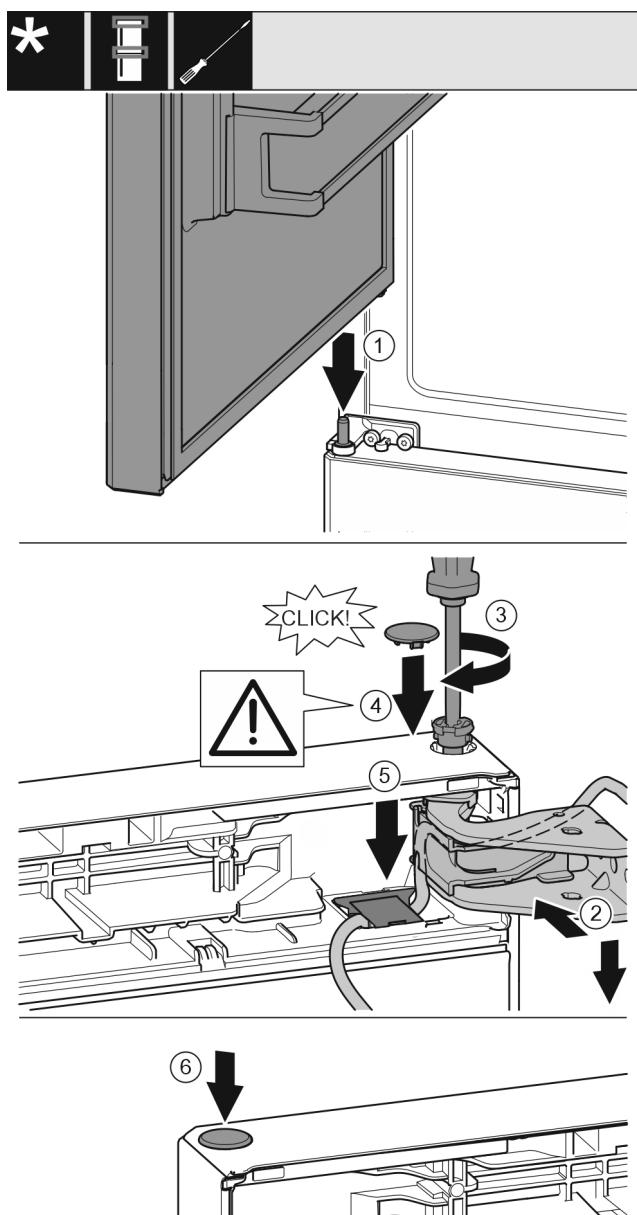

Fig. 42
- Поставете горната врата върху средния лагерен болт Fig. 42 (1)
- Регулирайте вратата горе спрямо отвора в лагерната стойка. Fig. 42 (2)
- Поставете болта и затегнете здраво с отвертка T15. Fig. 42 (3)
- Монтаж на предпазния капак за осигуряване на вратата: Поставете предпазния капак и проверете дали той е допрян до вратата. В противен случай поставете изцяло болта. Fig. 42 (4)
- Поставете капака и натиснете надолу, докато се фиксира. Fig. 42 (5)
- Поставете тапата. Fig. 42 (6)